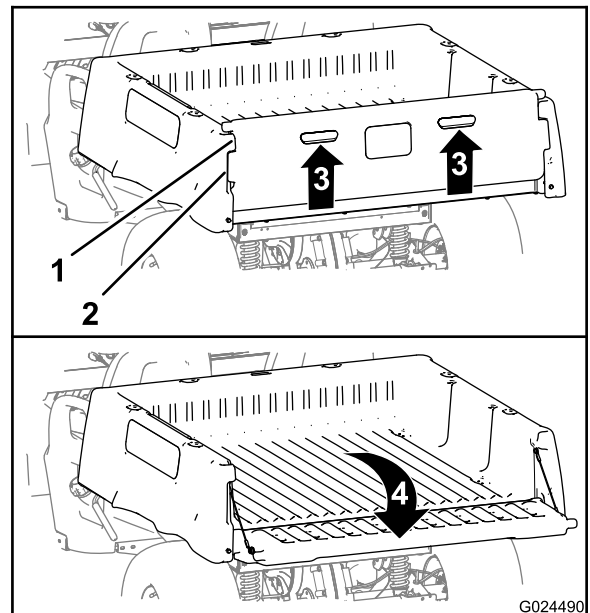

Figure 12
2. Passez les doigts dans les poignées du hayon pour le soulever (Figure 12).
- Faites pivoter le hayon vers le haut et l'avant jusqu'à ce que les bords de verrouillage du hayon soient de niveau avec le creux dans le plateau de chargement (Figure 12).
- Abaissez le hayon jusqu'à ce qu'il soit de nouveau engagé à l'arrière du plateau de chargement (Figure 12).